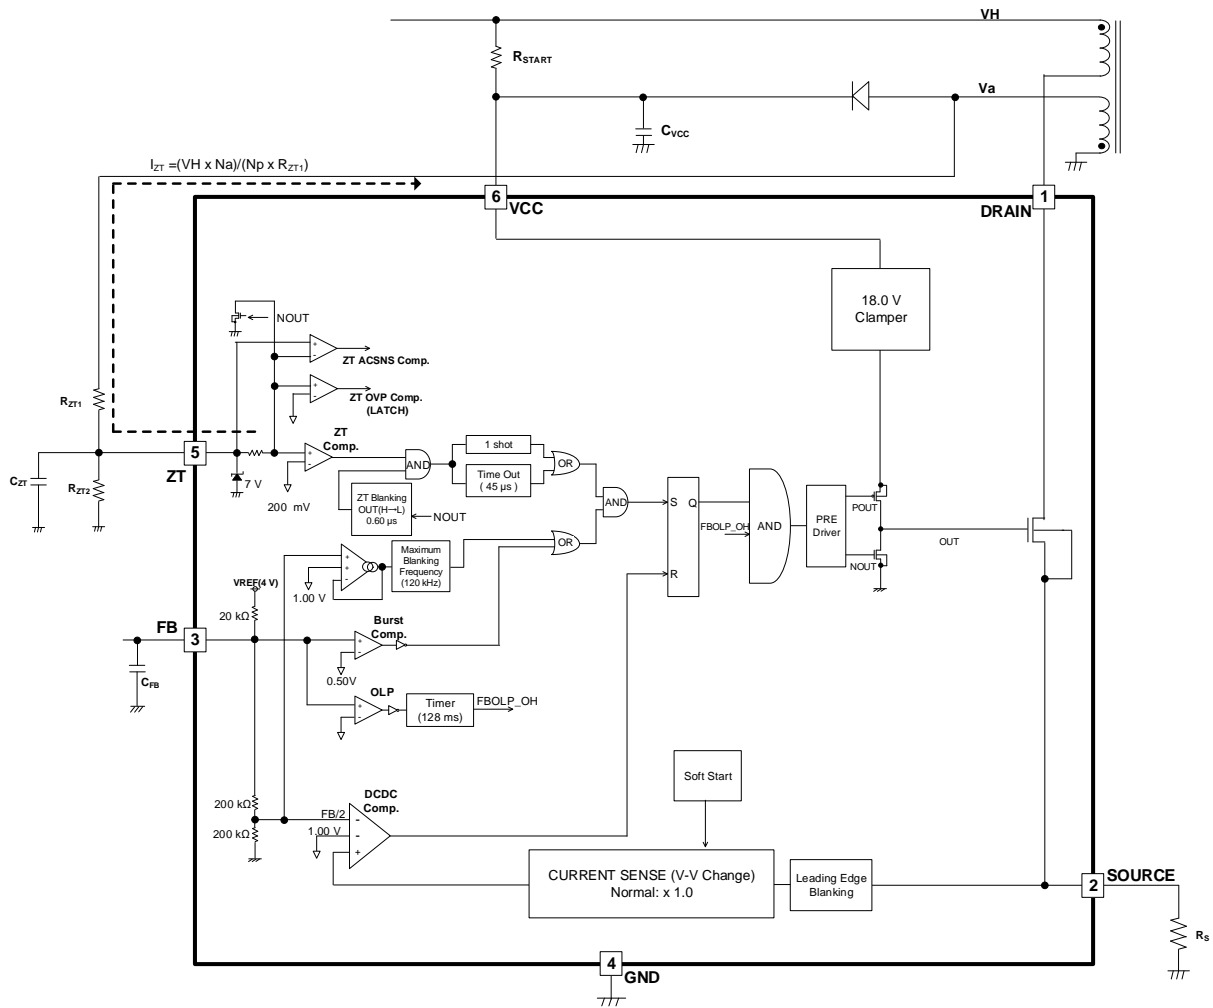
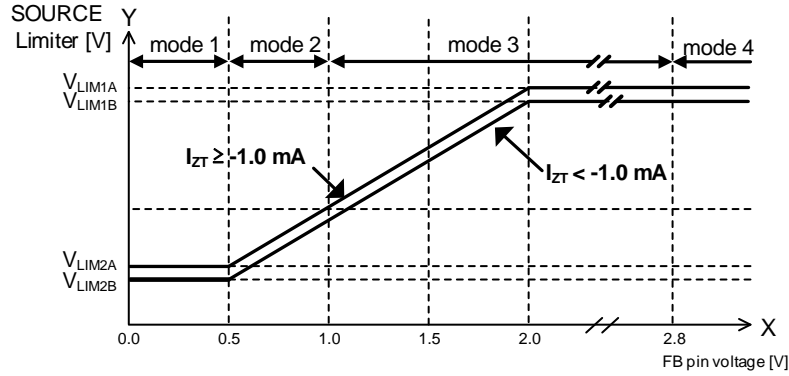
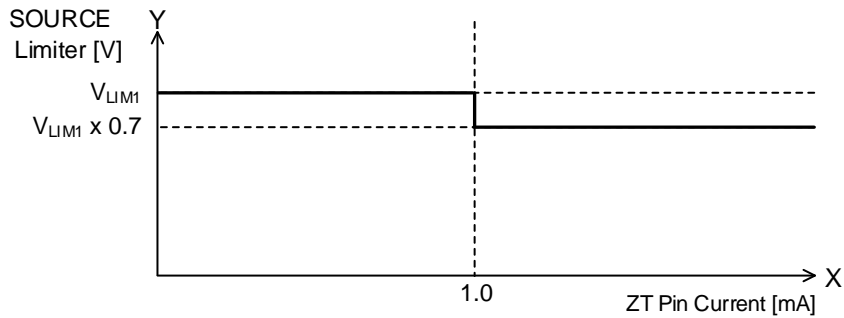
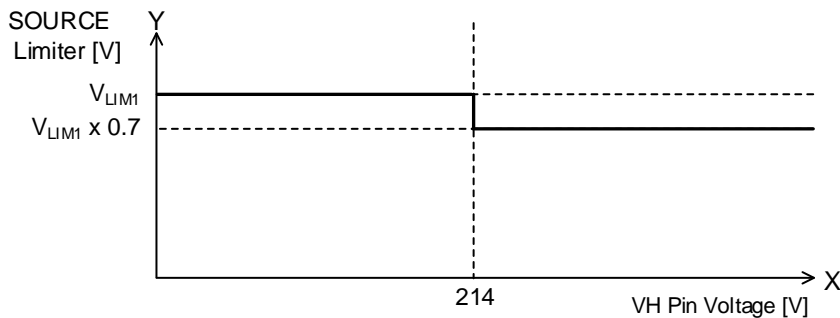

Figure 5. Block Diagram of SOURCE Switching Current
Figure 6. SOURCE Switching: SOURCE Limiter vs FB Pin Voltage
Figure 7. SOURCE Switching: SOURCE Limiter vs ZT Pin Current
Figure 8. Example of SOURCE Switching: SOURCE Limiter vs VH Pin Voltage
入力電圧 (VH) が高くなると、ON 時間が短くなり、動作周波数も増加します。その結果、一定の過電流リミッタに対し、最大許容電力が増加します。そのため、IC 内部の過電流保護機能の切り換えを行うことにより対策します。高電圧の場合は、ON 時間を決定する過電流コンパレータを通常の 0.7 倍に設定します。ZT 流入電流をモニタすることにより、過電流を検出し、切り換えを行います。MOSFET ターンオン時、Va は入力電圧 (VH) に依存する負電圧です。ZT 端子は、IC 内部で、0 V 近くでクランプします。その場合の計算式を下記に示します。Figure 5 にブロック図を示します。Figure 6、Figure 7、Figure 8 にグラフを示します。